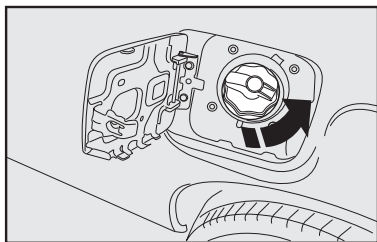

fig. 82
- segure a tampa e gire a chave no sentido anti-horário (algumas versões); prossiga girando a tampa **fig. 82** até o seu completo desalojamento.